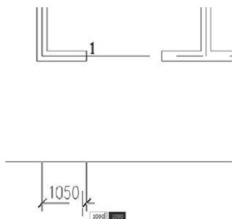

图 3.40 指定尺寸线和辅助线之间的距离
③ 在指定尺寸线位置或 [多行文字(M)/文字(T)/角度(A)/水平(H)/垂直(V)/旋转(R)]: 提示下，将光标垂直向下拖动，输入“1050”（图 3.40），指定尺寸线和辅助线之间的距离为 1050mm，按 Enter 键结束命令。